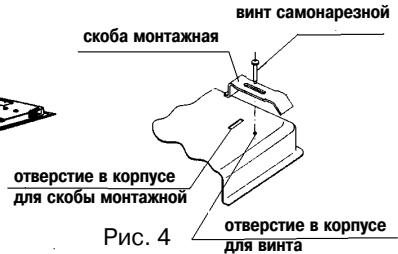

Рис. 4
- Установка стола встраиваемого в мебели производится с помощью скобы монтажной и винтов, входящих в комплектацию в соответствии с рис.4.